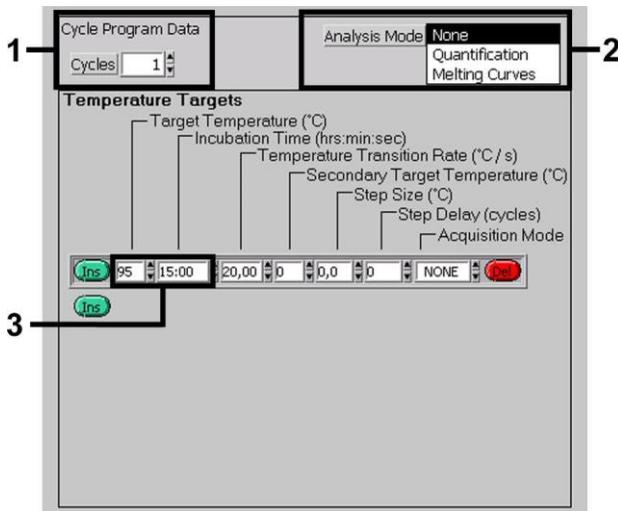

Fig. 3 : Activation initiale de l'enzyme « Hot Start ».
Pour détecter l'ADN de *Borrelia*, créer un profil de thermocyclage sur votre système *LightCycler 1.1/1.2/1.5*, conformément aux trois étapes suivantes (voir Fig. 3 - 5).
- A. Activation initiale de l'enzyme « Hot Start » Fig. 3